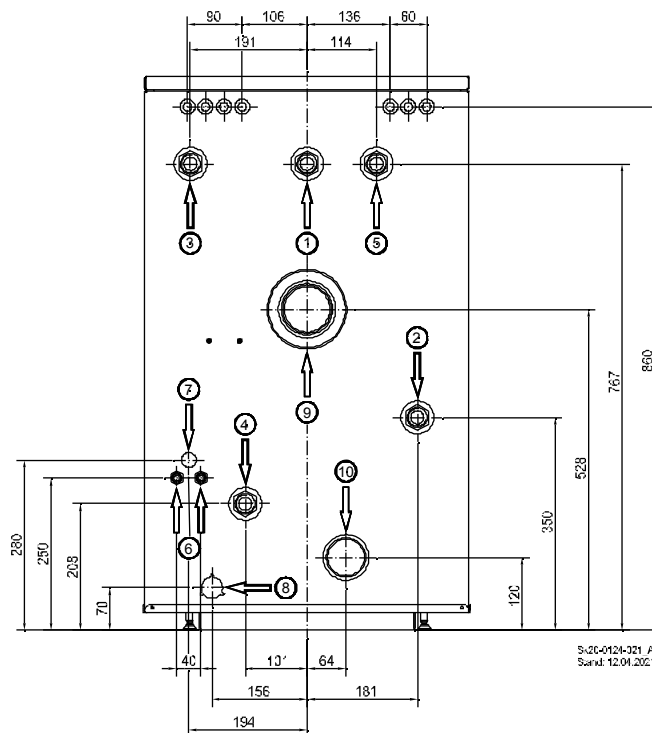

Fig. 3 : Dimensions arrière
- ➔ Réglez les pieds de réglage pour un niveau horizontal (v. Fig. 3).